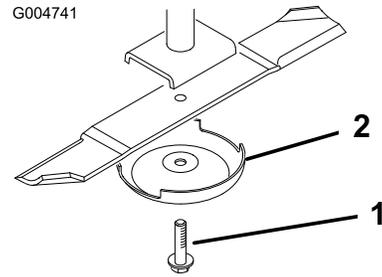

图 72
3. 卸掉刀片螺栓、防刮罩并从锭轴上取下刀片 (图 72)。